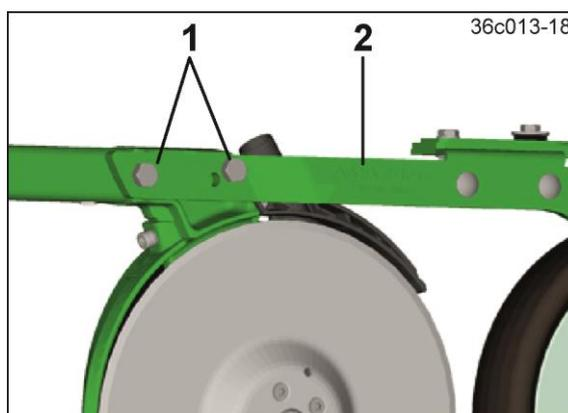

Fig. 271
2. Beide Passschrauben (Fig. 271/1) lösen.
3. Den Radträger (Fig. 271/2) von Hand anheben und die hintere Passschraube umstecken.
4. Beide Passschrauben (Fig. 271/1) anschrauben (126 Nm/92.93 ft-lb).